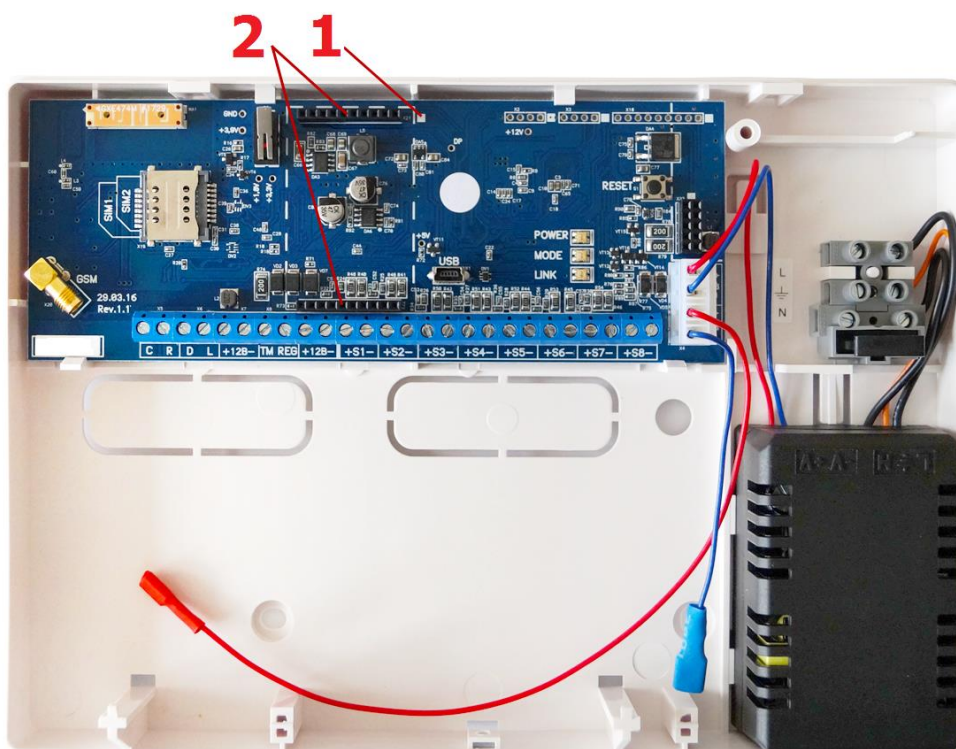

Рисунок 3.2 – Вид контроллера STEMAX SX810 со снятой крышкой
В качестве примера на иллюстрации (см. рисунок 3.2) приведена плата контроллера STEMAX SX810, на которой выделены слот для подключения модуля (2) и метка для правильной установки модуля (1).